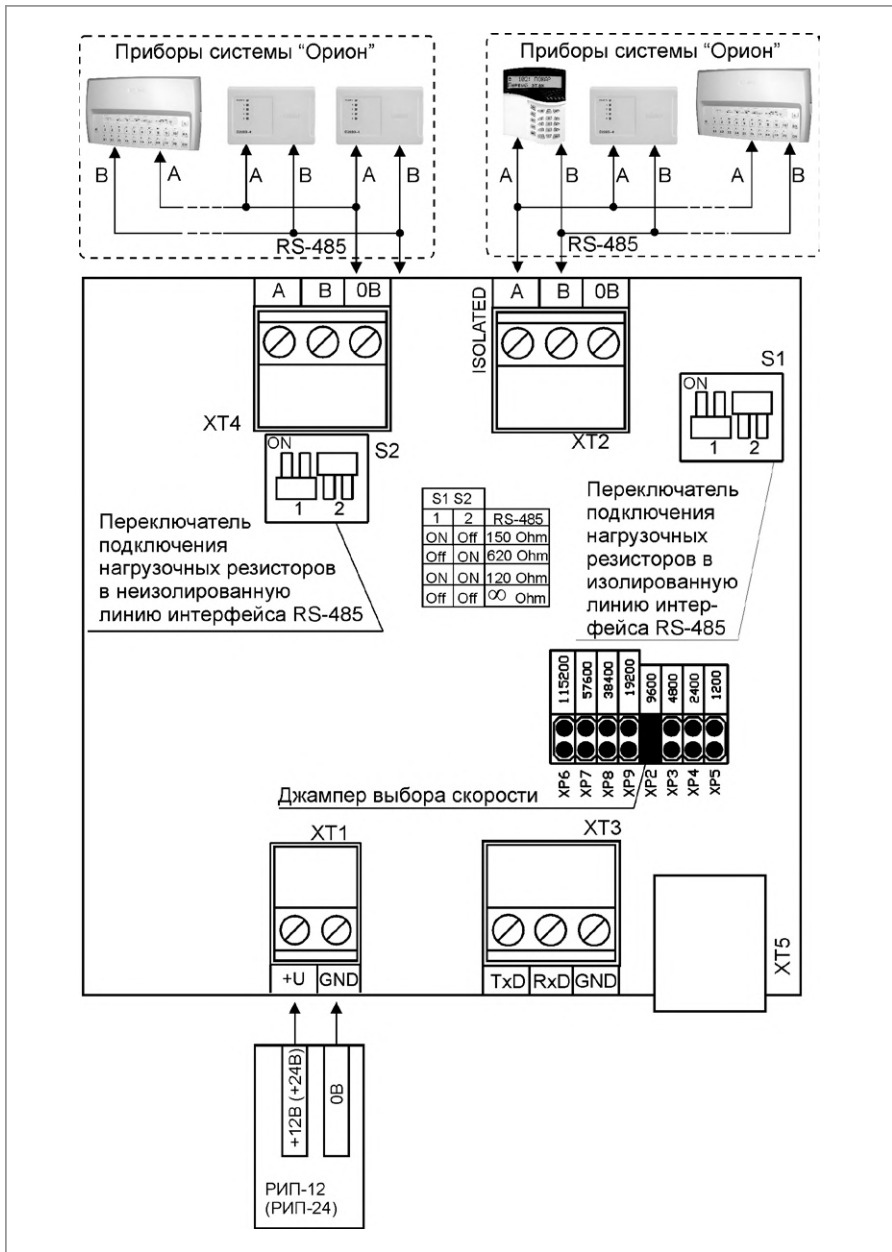

Рисунок 4. Схема внешних соединений «С2000-ПИ» в режиме повторителя интерфейса RS-485
- или в режиме повторителя интерфейса RS-485 (см. Рисунок 4).